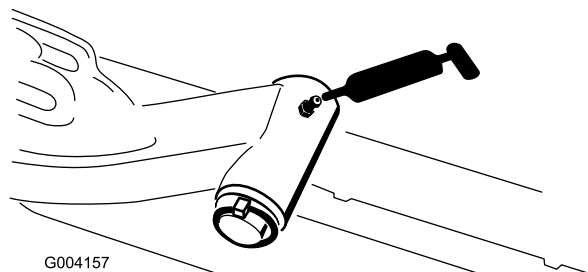

Рисунок 30
- Ось поворота подъемного рычага (по 1 шт.) (Рисунок 30)